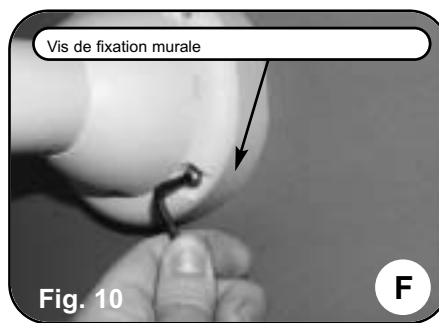

Fig. 10
- F.** A l'aide des vis tête bombée CH, fixez le support sur son embase comme indiqué (**Fig 10**).